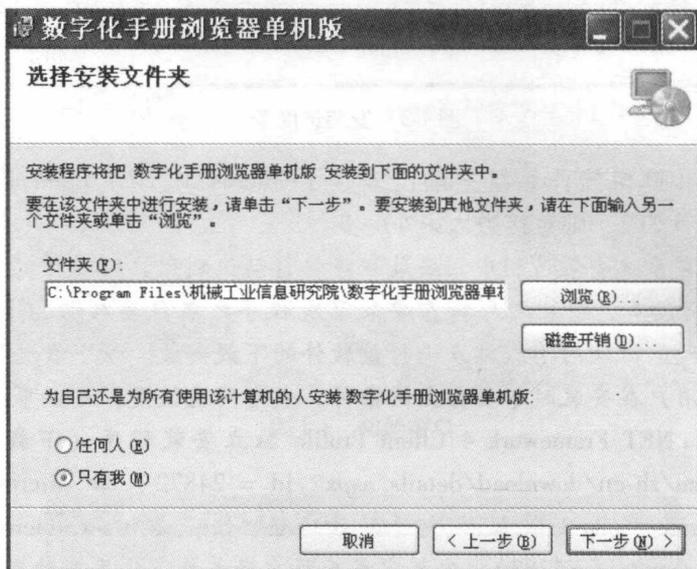

图 1-5 “选择安装文件夹”窗口
5) 进入图 1-5 所示的“选择安装文件夹”窗口。系统推荐的安装目录是 C: \ Program Files \ 机械工业信息研究院 \ 数字化手册浏览器单机版, 如果同意安装在此目录下, 单击“下一步”按钮。如果希望安装在其他的目录中, 单击“浏览”按钮, 在弹出的对话框中选择合适的文件夹后, 并根据具体情况选择浏览器是个人使用还是所有人使用, 然后单击“下一步”按钮。如果用户的计算机不允许安装在系统推荐的安装目录 C: \ 下, 可将 C 改为 D 或其他的分区下面。